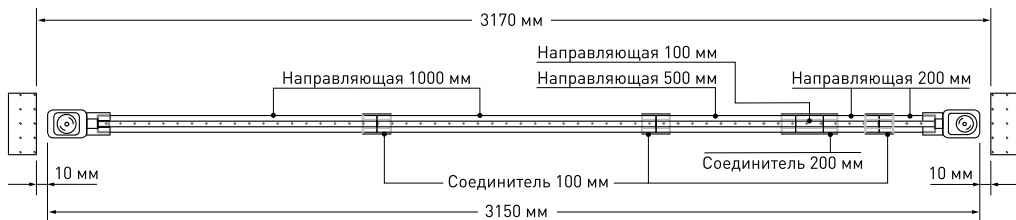

Рис. 3. Пример сборки направляющей длиной 3.15 м
2.4. Варианты сборки направляющих на примере арт. 048756 представлены на рис. 3 и 4.